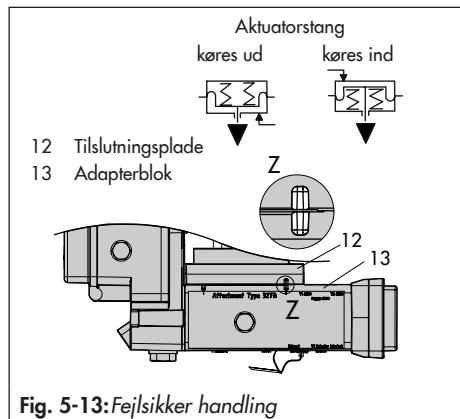

Fig. 5-13: Fejsikker handling
8. Før skruerne (13.1) gennem de midterste huller i adapterblokken (13).
9. Sæt tilslutningspladen (12) med tætningerne (12.1) på skruerne (13.1) svarende til fejlsikker handling "aktuatorspindel køres ud" eller "aktuatorspindel køres ind". Den gældende fejlsikre handling bestemmes ved at rette udsparingen i adapterblokken (13) ind efter udsparingen i tilslutningspladen (12) (Fig. 5-13).